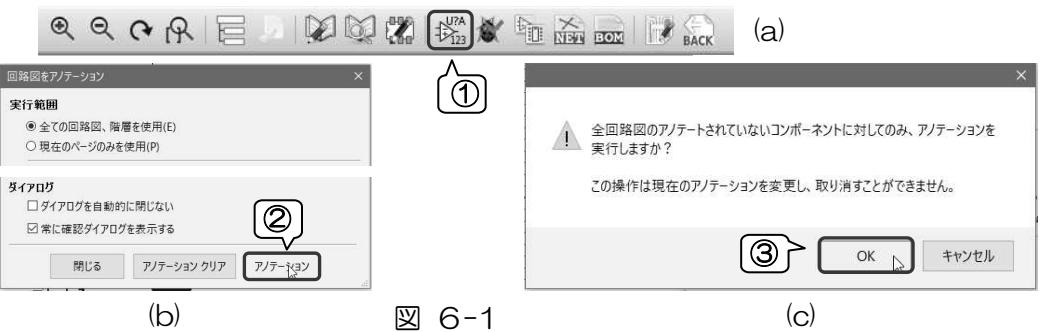

図 6-1
- 上ツールバー 「回路図の部品をアノテーション」をクリックします。図 6-1-(a)
- 「回路のアノテーション」ダイアログの[アノテーション]をクリックします。図 6-1-(b)
- 警告ダイアログの[OK]をクリックします。図 6-1-(c)